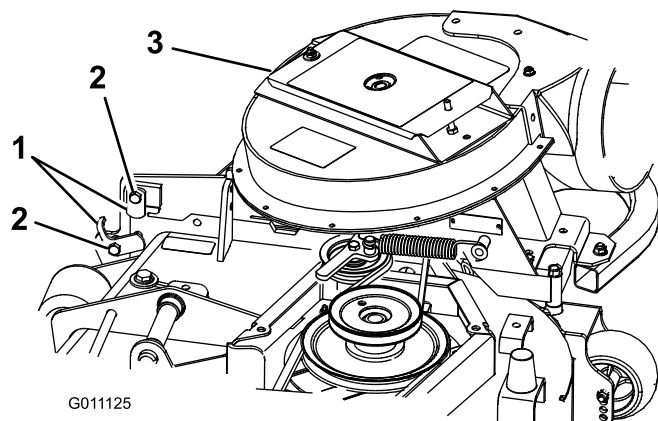

Figura 17
- Fechre a estrutura do soprador para ver se as patilhas estão correctamente ajustadas. Desaperte ou aperte o parafuso de forma a que as patilhas suportem firmemente a estrutura do soprador contra a plataforma do cortador, mas que possam ser libertadas manualmente (Figura 17).